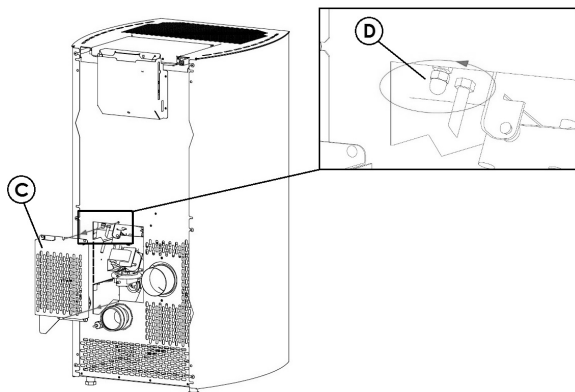

Fig. 28 - Retrait du carter
- Retirer le carter d'inspection « C » placé sur le dos de l'appareil (voir Fig. 28).